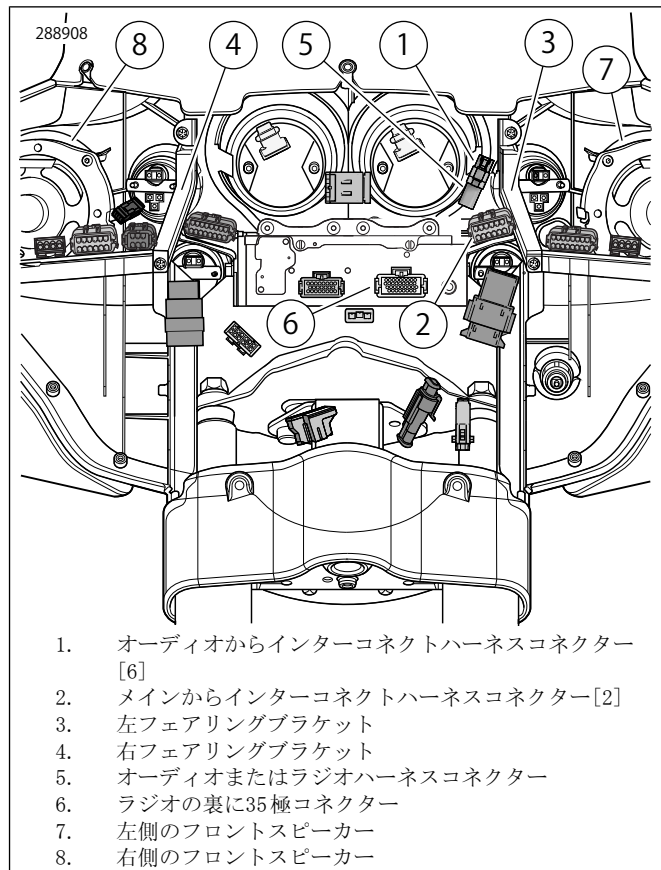

図1. インナーフェアリングコネクタ (FLHX、FLHT/C/U)
- ・ 図1を参照してください。黒色の6極ドイチェオーディオからインターコネクトハーネスコネクタ[6] (1)の位置をメモし、灰色のモレックス12極コネクタ[2] (2)を動かします。
黒の6ウェイドイチェオーディオから車両のインターコネクトハーネスソケットハウジング[6B] (図1を参照してください。、アイテム1)までをオーディオハーネス(5)に接続している場合、コネクターの片側を外し、「アンプ用ハーネスの取り回しと接続」セクションに進みます。
3. ラジオワイヤーハーネス(12)の35 極コネクタ(13)をラジオ後部のリセプタクルに挿入します(「図1」参照、品目6)。必ずカチッと音が聞こえるまで挿入してください。
4. ラジオワイヤーハーネスの短い分岐(6 極ピンハウジングと黄色/オレンジおよび黄色/紫の配線)をソケットハウジング[6B] (1)の部分に取り回します。ただしこの時点では接続しないでください。このピンハウジング(14)はコネクタ[6A]となります。
1. サービスマニュアルの説明に従い、車両のソケットハウジング[6B]からセカンダリーロッキングウェッジを取り外します(図1を参照してください。、アイテム1)。キャビティ4および5からプラグを外します。